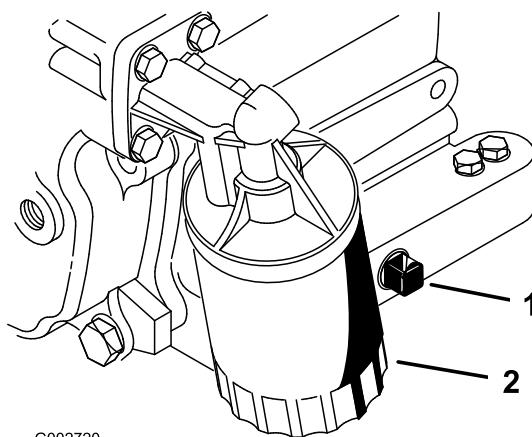

図 28
- ドレンプラグ (図 28) を外してオイルを容器に受けれる。オイルが抜けたらドレンプラグを取り付ける。
- オイルフィルタを外す図 28。